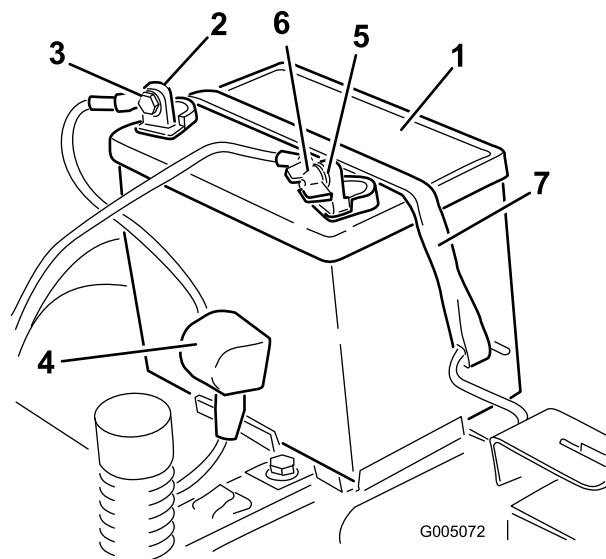

Figura 37
4. Staccate il cavo negativo (nero) di terra dal polo della batteria (Figura 37). Conservate tutti i dispositivi di fermo.
5. Infilate il cappuccio di gomma sul cavo positivo (rosso) della batteria. Staccate il cavo positivo (rosso) dal polo della batteria (Figura 37). Conservate tutti i dispositivi di fermo.
6. Togliete il dispositivo di fissaggio della batteria (Figura 37) e togliete la batteria dal vassoio.
1. Posizionate la batteria nella cassetta (Figura 37).
5. Fissate la batteria con l'apposito dispositivo (Figura 37).